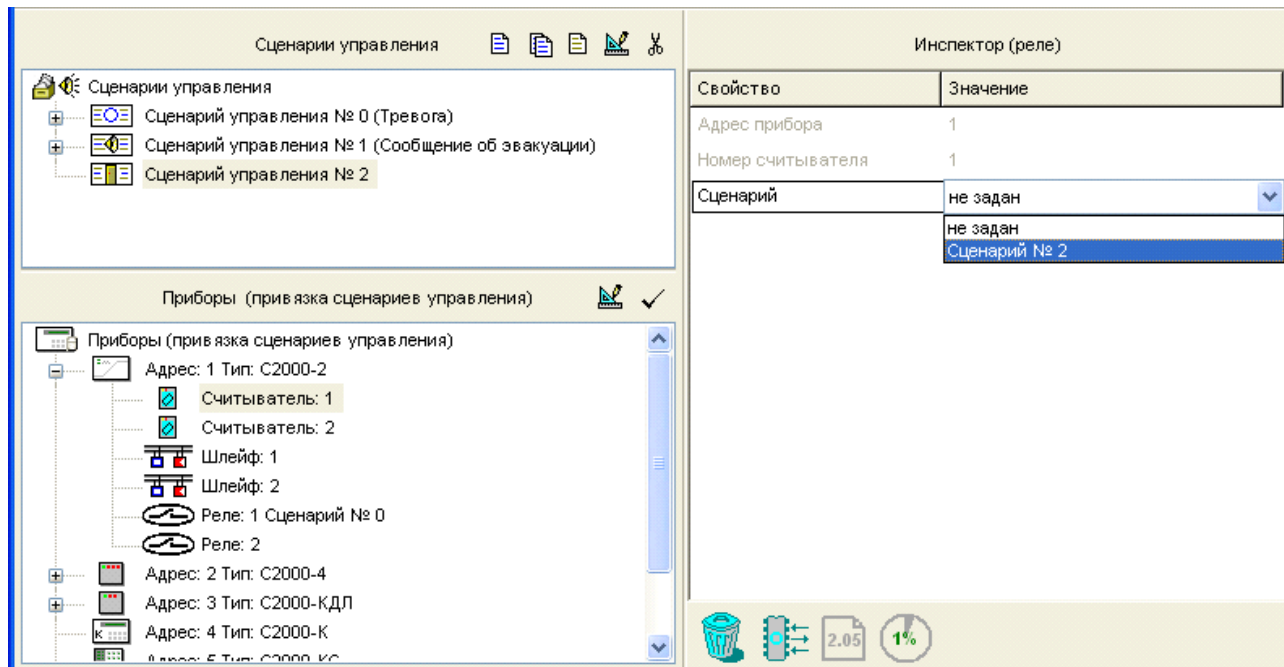

Рисунок 52
- *Привязать создаваемый сценарий управления к считывателю/считывателям, которым пульт будет синхронно выдавать управляющие команды в рамках создаваемого сценария. Для этого следует в окне сценариев управления отметить нужный сценарий управления, затем в нижнем окне выбрать нужный считыватель/считыватели и либо нажать кнопку в палитре инструментов окна привязки, либо выбрать нужное значение параметра «Сценарий» в окне «Инспектор» (см. Рисунок 52).*